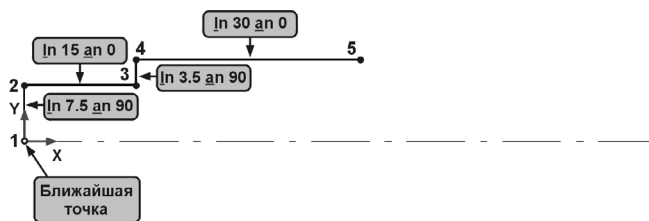

Рис. 18.5. Построение отрезков с использованием команды **Непрерывный ввод объектов**
3. Постройте четыре отрезка, как это показано на рис. 18.5.
- 3.6. Самостоятельно постройте оставшиеся два отрезка. Значения длин и углов наклона показаны на рис. 18.5.